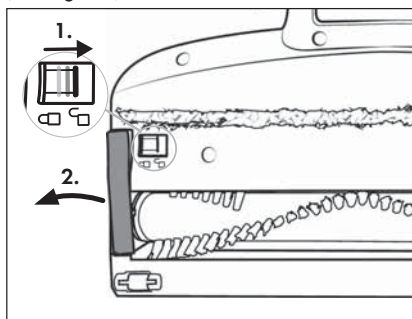

Fig. 29
- 2) Déverrouillez le rouleau brosse **21** en faisant glisser le dispositif de déverrouillage du rouleau brosse **19** avec le doigt vers le symbole  (ouvert). Retirez alors le support pour rouleau brosse **20** de la brosse de sol **22** (voir fig. 29).